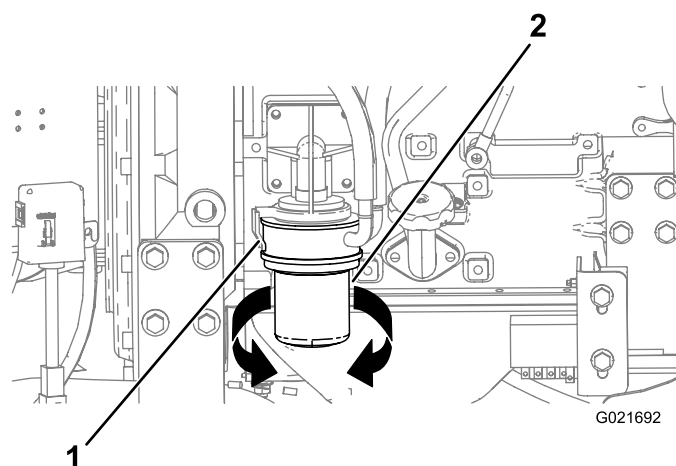

Figura 122
3. Posicione uma bandeja de drenagem ou vários panos sob o filtro de óleo e o adaptador do filtro de óleo (Figura 122).
4. Gire o filtro de óleo no sentido anti-horário e o remova-o (Figura 122).
8. Alinhe o filtro de óleo com seu adaptador e gire-o no sentido horário até a vedação do filtro de óleo entrar em contato com o adaptador (Figura 122).
9. Aperte o filtro de óleo com a mão, dando mais meia volta (Figura 122).